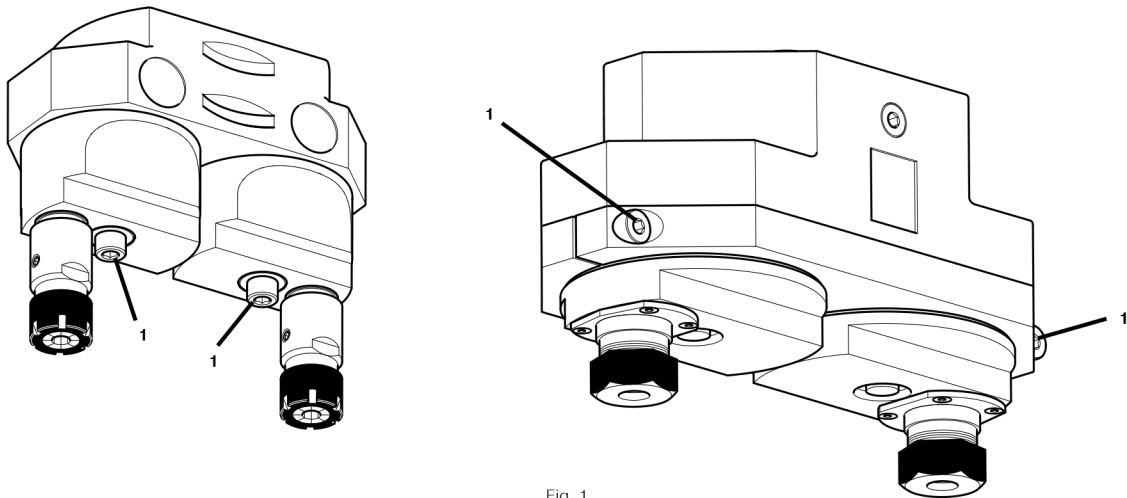

Fig. 1
Per impostare l'interasse di lavoro richiesto allentare la vite **1 (Fig. 1)** di ciascun gruppo mandrino registrabile e ruotarli nello stesso senso fino ad ottenere la misura desiderata.
*To set-up the centre distance between the spindles, unscrew the screw **1 (Fig. 1)** of each spindle unit and rotate them in the same direction, until the required distance is obtained.*
Al termine dell'operazione, mediante chiave dinamometrica serrare la vite **1 (Fig. 1)** di ciascun gruppo mandrino registrabile alla coppia riportata in **Tabella**.
*At the end of this operation fasten the screw **1 (Fig. 1)** of each spindle unit using a torque wrench to reach the torque shown in **Table**.*